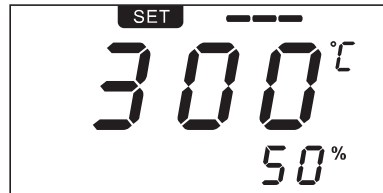

Рис. 1-5
2. Регулировка значения температуры (если значение температуры заблокировано, его невозможно регулировать): нажмите кнопки ▲ или ▼ «TEMP» («ТЕМПЕРАТУРА»), чтобы переключить в состояние «SET» («НАСТРОЙКА») (см. рис. 1-5). Чтобы быстро изменить значение, нажмите и удерживайте кнопку. Если не нажимать кнопки в течение 3 секунд, настройка температуры будет сохранена автоматически и будет выполнен переход в режим «REAL».